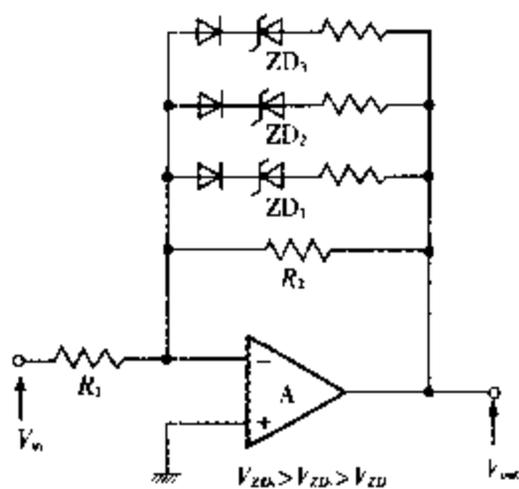

图 4.27 采用 ZD 的电路
**具有实用价值的电路** 在运算放大器中加接电池是一件非常麻烦的事。如果采用如图 4.27 所示的齐纳二极管(稳压二极管),就比较方便。